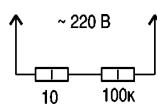

рис.2
**Задача 7.** Какой из одноваттных резисторов, последовательно включенных в сеть (**рис.2**), "сгорит" быстрее?